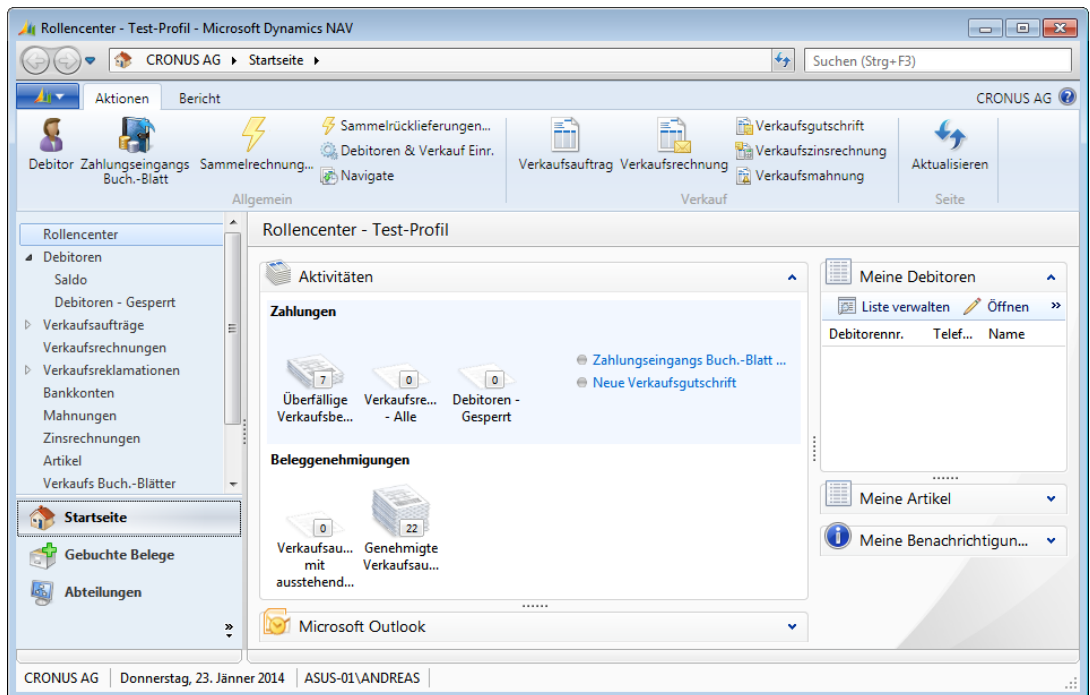

Abbildung 3.6 Rollencenter und Navigationsbereich des neu gewählten Profils
3. Anschließend beenden Sie den rollenbasierten Client und melden sich erneut an. Rollencenter und Navigationsbereich werden nun mit den Einstellungen für Debitorenadministratoren entsprechend dem gewählten Profil »ZTEST« gezeigt (siehe Abbildung 3.6).